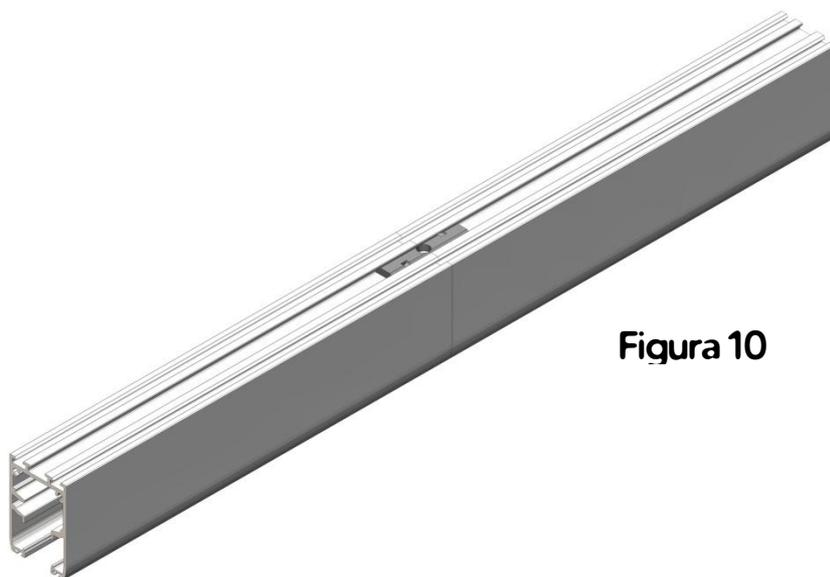

Figura 10
- Introducir la otra parte y apretar los prisioneros que quedaban. (figura 10)